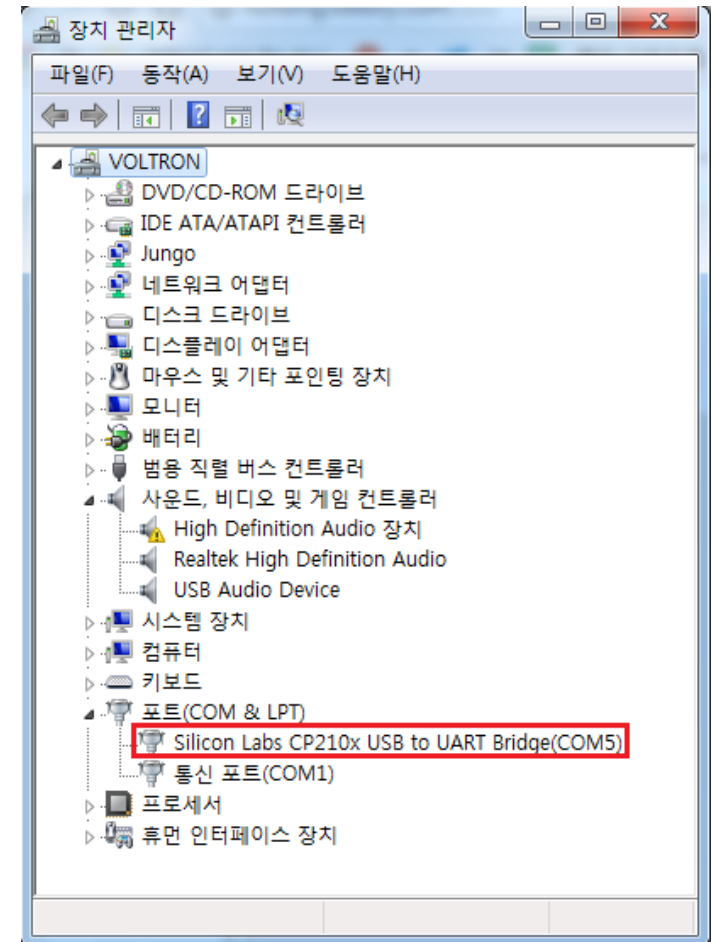

Figure 5.장치 관리자
- Figure 5의 장치관리자는 윈도우 10 환경에서 캡처 된 이미지이다.